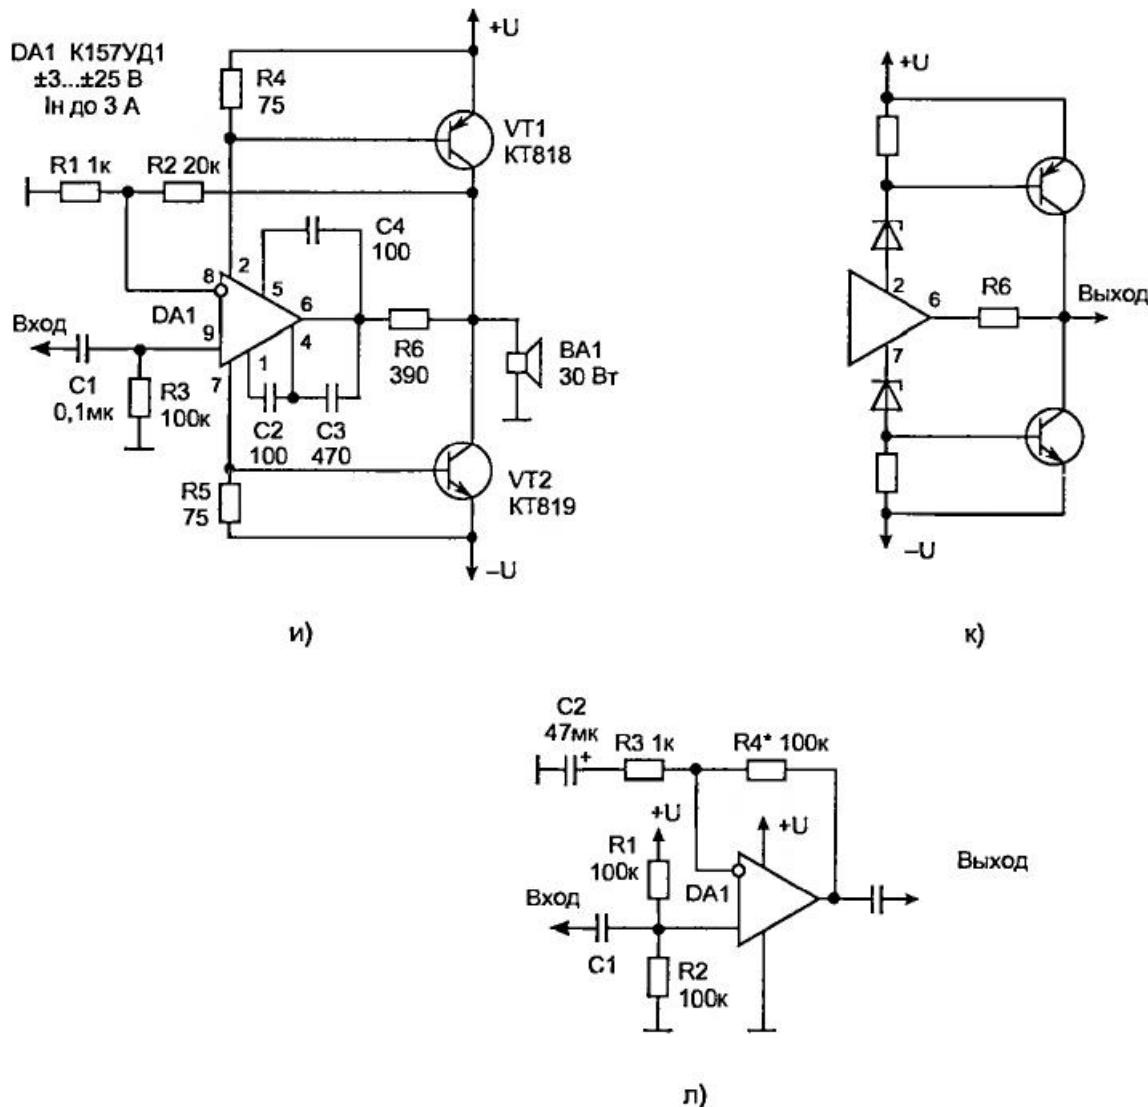
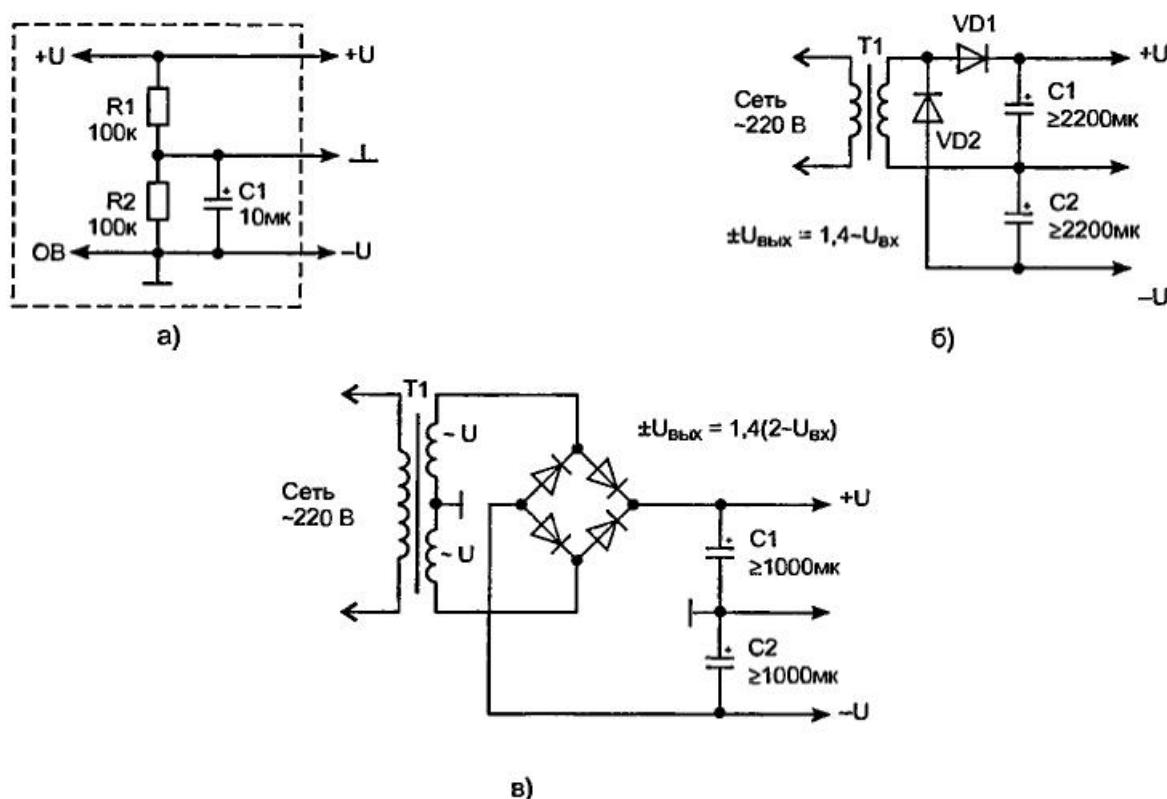
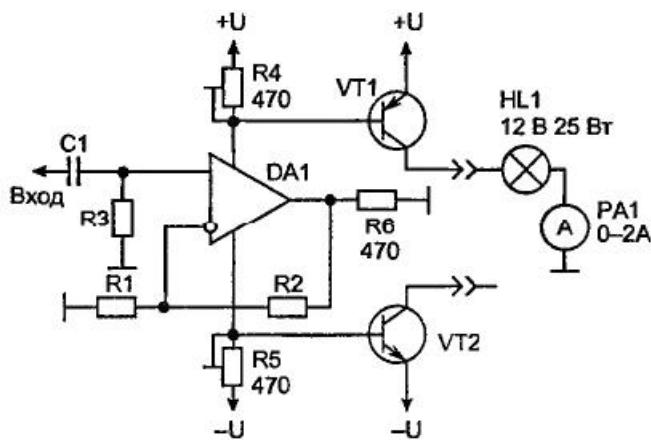
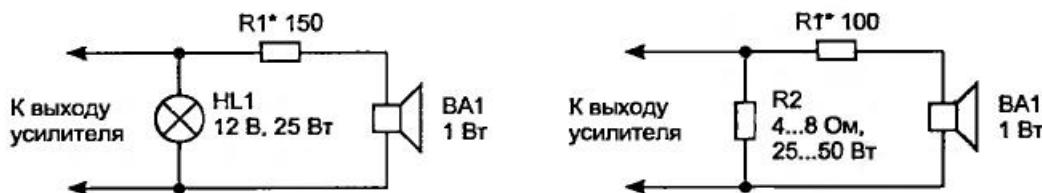

Рис. 1.27. Усилители с ООС:
Рис. 1.28. Источники питания усилителей на ОУ:
Рис. 1.29. Схема настройки усилителя, собранного по схеме на рис. 1.27 и (номиналы элементов, если не указаны на схеме — те же)
Рис. 1.30. Схема-эквивалент нагрузки для мощного усилителя.
На рис. 1.27 показаны схемы усилителей на ОУ с отрицательной обратной связью. Рассмотрим первую схему (рис. 1.27, а).
Обратная связь на ОУ подается через делитель напряжения на резисторах R1 и R2. Полярность обратной связи зависит от того, на какой именно вход она подается: если на прямой, то обратная связь положительная, а если на инверсийный — отрицательная. На рис. 1.27 все ОУ работают с ООС.
Левый по схеме вывод резистора R1, а также нижний вывод резистора R3 подключены к общему проводу, напряжение на котором равно половине напряжения питания (рис. 1.28). Следует помнить, что ОУ, работающие в линейном режиме, можно питать только от двухполлярного источника питания! Дело в том, что у ОУ, работающих в линейном режиме, напряжение на выходе должно равняться половине напряжения питания (см. пример с качелями), иначе напряжение на выходе будет «ударяться» или в пол, или в потолок, из-за чего возникнут такие искажения сигнала, что ваши уши мгновенно «свернутся в трубочку». Эту самую «половину напряжения питания» формирует источник питания (рис. 1.28), и на схемах с использованием ОУ она обычно обозначается знаком «общий» (1). Напряжение питания ОУ обычно помечают как **двусплярное**, с использованием знака \pm . Так, обозначение ± 15 В означает, что на ОУ подается двухполлярное напряжение с суммарной амплитудой 30 В: на вывод $+U$, относительно общего провода, подается напряжение +15 В, а на вывод $-U$ — напряжение, равное -15 В относительно общего провода. То есть получается, что **два** источника питания включены последовательно и их суммарное напряжение равно $15 \times 2 = 30$ В.
Двухполлярное напряжение легко «сделать» из однополярного, с удвоенной амплитудой, с помощью простейшей схемы, изображенной на рис. 1.28, а. На резисторах R1 и R2 собран делитель напряжения, и при равенстве сопротивления
Рис. 1.27. Усилители с ООС: а — неинвертирующий; б — инвертирующий; в — с разделительными конденсаторами; г — подключение низкоомной нагрузки к усилителю с двуполярным питанием; д — повторитель; е — вольтметр с большим входным сопротивлением; ж, з — мощный ОУ с последовательным включением мощных транзисторов
Двухполарные выпрямители переменного напряжения, пригодные для работы с ОУ, нарисованы на рис. 1.28, б и 1.28, в. Схема в пункте «б» — обычный однополупериодный выпрямитель (см. том I): положительная полуволна через диод VD_1 заряжает конденсатор C_1 , диод VD_2 в это время закрыт обратным напряжением и ток в цепи $-U$ поддерживается только благодаря накопительным свойствам конденсатора C_2 . При отрицательной полярности открывается диод VD_2 (заряжается C_2), а диод VD_1 закрывается. И так до бесконечности. Нетрудно заметить, что эта схема удваивает амплитуду (напряжение) сетевого
Двухполупериодная схема (рис. 1.28, в) требует в 2 раза больше диодов и обмоток трансформатора. Но при этом ее выходное сопротивление оказывается в 2 раза меньше, т. е. при том же коэффициенте пульсаций емкость конденса-
Напряжения на обоих обмотках трансформатора должны быть одинаковыми и равными примерно 0,7 от выпрямленного напряжения (т. е. выпрямленное напряжение в $1/0,7 = 1,4$ раза больше входного переменного). При несимметричности напряжений на вторичных обмотках (на одной — 25 В, а на второй — 30 В) коэффициент пульсаций возрастет: нетрудно заметить, что в крайнем случае, при нулевом напряжении на одной из обмоток, эта схема превращается в схему на рис. 1.28, б и работают только два диода диодного моста. Поэтому обрыв одного из крайних проводов обмотки трансформатора выпрямителю и его нагрузке не очень страшны. Но вот обрыва среднего провода, при исправных крайних, лучше не допускать: в таком случае напряжение на общем проводе выпрямителя становится «плавающим» и может колебаться под влиянием нагрузки от «+U» до «-U». В первом случае выйдет из строя конденсатор С2 — если он, конечно, не рассчитан на работу с удвоенным напряжением, а во втором — С1.
Еще один недостаток схемы на рис. 1.28, в — трудности с установкой предохранителей. При нестандартной (т. е. аварийной) ситуации в этой схеме должны **одновременно** размыкаться два провода. Сдвоенных плавких предохранителей пока, к сожалению, не придумали, поэтому защиту приходится собирать на транзисторах или реле. В схеме на рис. 1.28, б предохранитель включается в разрыв любого провода, идущего от трансформатора к выпрямителю.
Но вернемся к усилителю (рис. 1.27, а). В исходном состоянии (пока на вход не подается сигнал) на его прямом входе поддерживается напряжение, равное половине напряжения питания (благодаря резистору R3). Допустим теперь, что напряжение на выходе DA1 близко к напряжению питания. Так как левый по схеме вывод резистора R1 подключен к «средней точке» (точке, напряжение на которой, при двухполлярном питании, равно половине напряжения питания, т. е. нулю), то напряжение на инверсном входе ОУ будет чуть больше, чем на прямом (благодаря резистору R2). Из-за этого напряжение на выходе ОУ станет уменьшаться. Оно будет уменьшаться до тех пор, пока не станет равным (при мерно равным — нужно учитывать напряжение смещения) напряжению на крайних выводах резисторов R1 и R3 — т. е. нулю или, если источник питания однополярный (рис. 1.28, а), половине напряжения питания.
Усилитель на рис. 1.27, б работает по тому же принципу. Так как сигнал у этой схемы подается на инверсный вход, то этот усилитель инвертирует сигнал: если на входе амплитуда возрастает, то на выходе уменьшается, и наоборот. Достоинство этой схемы — экономия одного резистора; недостаток — входное сопротивление схемы изменить очень сложно — для этого нужно одновременно и пропорционально изменять сопротивления обоих резисторов (если нужно, чтобы коэффициент усиления по напряжению остался неизменным). Поэтому эта схема используется сравнительно редко. Некоторые ОУ — в частности, ОУ с биполярными транзисторами на входе, — могут выйти из строя, если их прямой вход соединить с нулевой шиной непосредственно. Поэтому между прямым входом и общим проводом желательно включить резистор сопротивлением 1...100 кОм (его сопротивление обычно равно R2).
В обеих схемах на входе и на выходе обязательно нужно ставить разделительные конденсаторы (рис. 1.27, в). Но у этого правила два исключения: если источник сигнала имеет постоянную составляющую, равную нулю (например, электродинамический микрофон или пьезокерамика), то входной конденсатор можно закоротить, а если нагрузка имеет большое сопротивление на постоянном токе (например, пьезокерамический звукоизлучатель — они используются в наручных часах и некоторых электронных устройствах; по электрическим параметрам они похожи на конденсаторы емкостью до 1 мкФ, и под воздействием переменного напряжения пьезокерамическая пластинка изгибается и выпрямляется (очень незначительно — почти незаметно), генерируя тем самым звуковые волны), то выходной конденсатор необязателен. Кроме того, если на выходе источника сигнала уже стоит разделительный конденсатор, то ставить последовательно с ним второй конденсатор на входе усилителя бесполезно — только загромождите схему «лишними» конденсаторами. То же относится и к выходным цепям.
При питании ОУ от двухполарного источника питания, в случае, если усилитель на ОУ является оконечным, нагрузку к нему очень часто подключают без всяких разделительных конденсаторов (рис. 1.27, г — стандартная схема включения мощных ОУ). Постоянная составляющая на выходе хорошего ОУ обычно не превышает 10...100 мВ ($1000 \text{ мВ} = 1 \text{ В}$), а при таком напряжении даже через низкоомную нагрузку протекает ничтожный постоянный ток, который можно не учитывать. В то же время отсутствие выходного конденсатора значительной емкости и соответствующих размеров в несколько раз уменьшит размеры усилителя и улучшит его усиление на низких частотах (см. рис. 1.6).
Очень часто ОУ используют в качестве повторителя входного сигнала (рис. 1.27, д). Напряжение на выходе повторителя равно входному, плюс-минус напряжение смещения ОУ. При изменении сопротивления нагрузки, подключенной к выходу ОУ, напряжение на выходе, при неизменном входном напряжении, практически не изменяется. Входное напряжение может быть любым, но оно не должно превышать напряжение питания. Между прямым входом ОУ и общим проводом можно, как и в случае с усилителем, включить резистор произвольного (любого) сопротивления.
Повторители напряжения очень часто используют совместно с вольтметрами — для увеличения входного сопротивления последних. Практическая схема такого вольтметра изображена на рис. 1.27, *е*. К выходу повторителя через дополнительный резистор $R_{\text{доп}}$ подключен стрелочный миллиамперметр (микроамперметр) Р1. Величину $R_{\text{доп}}$ подбирают так, чтобы при напряжении на входе, равном 1 В, стрелка прибора отклонялась до конца шкалы. Впрочем, это напряжение может быть и другим, но оно не должно превышать половину напряжения питания. Для измерения больших напряжений на входе следует поставить делитель напряжения на резисторах.
Классическая схема усилителя выходного тока ОУ изображена на рис. 1.27, ж. На выходе ОУ стоит комплементарная пара на мощных биполярных транзисторах VT1 и VT2 (рис. 1.11); такому усилителю присуще искажение сигнала (типа «ступенька» — рис. 1.13), но в нашей схеме со «ступенькой» прекрасно справляется ОУ DA1.
Как уже говорилось выше, любой «нормальный» ОУ «успокаивается» только тогда, когда напряжение на его инверсном входе строго равно (плюс-минус напряжение смещения) напряжению на прямом. В противном случае на выходе ОУ появляется напряжение разбаланса соответствующей полярности, которое продержится там до тех пор, пока напряжения на входах, через цепь ООС, не сравняются. В схеме на рис. 1.27, ж транзисторы VT1 и VT2 включены как эмиттерные повторители, а они, как это ясно из названия, сигнал не инвертируют. Поэтому для включения ООС нужно задействовать инверсный вход ОУ (если же на выход ОУ подключить какие-нибудь инвертирующие усилители тока, например, комплементарную пару на мощных полевых транзисторах, включенных по схеме с общим истоком, то сигнал ООС нужно подавать на **прямой** вход ОУ; звучит дико (для специалиста), но по-другому нельзя). А так как нам нужно контролировать напряжение на нагрузке, а не на выходе ОУ, то правый по схеме вывод резистора R2 нужно подключить к эмиттерам транзисторов, а не к выходу микросхемы. Вот и все — всю схему (DA1 + VT1, VT2) можно представить как стандартный мощный ОУ (например, как дороговатый TDA2051), и используется эта схема точно так же. Правда, у нее есть один недостаток — из-за значительного падения напряжения на переходах база — эмиттер транзисторов быстродействие схемы падает (например, для увеличения напряжения на выходе на 0,1 В, напряжение на выходе ОУ должно увеличиться на 0,1...1,3 В — в зависимости от того, какой именно транзистор в данный момент приоткрыт), поэтому по такой схеме имеет смысл включать только быстродействующие ОУ и высокочастотные транзисторы. Для работы в звуковом диапазоне частот (до 20 кГц) подходят ОУ с $U_{\text{вых}} \geq 5 \text{ В}/\mu\text{s}$ и транзисторы с граничной частотой более 1 МГц.
Максимальный ток, отдаваемый усилителем в нагрузку, зависит от максимального выходного тока ОУ (обычно 5...15 мА) и коэффициента h_{21} , используемых транзисторов. Так как большинство мощных транзисторов, из-за особенностей их строения, имеют h_{21} менее 100, максимальный выходной ток усилителя на рис. 1.27, ж не превышает 1...1,5 А.
Если вам нужен больший ток, на выходе целесообразно поставить составные транзисторы (схема Дарлингтона), как это показано на рис. 1.27, з. В схему добавлено два резистора — R4 и R5. Дело в том, что у любого транзистора есть паразитные межэлектродные емкости (т. е. «конденсаторы», включенные между выводами база — эмиттер, база — коллектор, коллектор — эмиттер), емкость которых зависит от мощности транзистора и технологии его изготовления. Чем дешевле транзистор, тем большую величину имеют его межэлектродные емкости и тем «страшнее» его характеристики. При работе на низких (заметных глазу) частотах эти емкости оказываются слишком ничтожными, чтобы их можно было заметить, но вот на высоких частотах...
Так как через транзисторы VT1 и VT3 в этой схеме течет довольно значительный ток (примерно 1/5...1/10 выходного тока), то их желательно выбрать средней мощности, а из-за того что на них в процессе работы рассеивается довольно значительная мощность (т. е. они сильно греются), то их нужно поставить на теплоотвод. Учитывая, что у большинства современных транзисторов с металлической площадкой, через которую они крепятся к теплоотводу (радиатору), механически соединен вывод коллектора, то пару «маломощный — мощный транзистор» (VT1 и VT2 или VT3 и VT4) можно поставить на общий теплоотвод, без всяких изолирующих прокладок — ведь у них все равно придется соединять вместе выводы коллекторов. Кстати, промышленность выпускает составные транзисторы, размещенные в одном корпусе, и резистор R4 (R5) установлен внутри транзистора. Наружу торчат только выводы базы маломощного транзистора и выводы коллектора и эмиттера — мощного. Для этой схемы из отечественных транзисторов пригодны KT825, KT896 (р-п-р) и KT827 (п-р-п). Включаются эти транзисторы по схеме на рис. 1.27, ж, но усилитель работает так, будто собран по схеме на рис. 1.27, з. Если у вас есть составные транзисторы только одного типа проводимости (например, только KT896), то второй можно составить из двух одинарных транзисторов — в нашем случае из KT819 и KT815 или KT817 по схеме на рис. 1.27, з.
Коэффициент усиления входного сигнала по напряжению у этих усилителей зависит от сопротивления резисторов R1 и R2 и рассчитывается по формуле (2). Коэффициент усиления по току усилителей близок к бесконечности и зависит от типа используемого ОУ и номинала резистора R3. Размах выходного напряжения у схемы на рис. 1.27, ж может достигать $|\pm U| - 3$ В, а у схемы на рис. 1.27, з по модулю — $|\pm U| - 4$ В.
Принципиальная схема усилителя, работающего в классе «АВ», показана на рис. 1.27, и. В основе конструкции лежит мощный ОУ K157УД1 (выходной ток — до 0,3 А) и элементы R1—R3, C1—C4 — стандартные цепи коррекции для данного ОУ (без конденсаторов C2—C4 он будет работать очень плохо).
Коэффициент усиления по току транзисторов VT1 и VT2 в этой схеме не превышает 5...10 раз — из-за шунтирования базового перехода резисторами R4 и R5. Если нужен больший коэффициент усиления, транзисторы VT1 и VT2 желательно заменить составными (как на рис. 1.27, з), но при этом убирать и даже изменять номинал резисторов R4 и R5 нельзя (почему, см. выше). В таком случае, даже при использовании маломощных ОУ, можно получить на выходе значительный ток.
Сопротивления резисторов R4—R6 подбираются эмпирическим (т. е. экспериментальным) путем. Для подбора сопротивлений резисторов R4 и R5 усилитель включают по схеме, изображенной на рис. 1.29. **Сейчас соединять коллекторы транзисторов нельзя**, т. е. если предполагается, что в готовом усилителе оба транзистора будут располагаться на одном общем радиаторе, их нужно «рассадить» на два несвязанных друг с другом радиатора, впрочем, транзисторы в массивном металлическом корпусе можно испытывать вообще без радиаторов — они попросту не успеют перегреться.
Второй транзистор усилителя (рис. 1.29) настраивается аналогично. Токи коллекторов обоих транзисторов должны примерно равняться друг другу; особой точности при этом добиваться не стоит — ОУ все скомпенсирует; главное, чтобы они отличались менее чем в 2...3 раза.
60...150 мА). Лампочка должна гореть с такой яркостью, будто через нее протекает **постоянный ток** силой около 60 мА (этот способ также очень распространен — для измерения мощности переменного тока. Очень часто нужно измерить мощность переменного тока, и «под рукой» нет соответствующего **высокочастотного** измерителя. Тогда прибегают к помощи лампочки: для нее все равно, какой сигнал (постоянный или переменный) протекает через ее спираль — диодов внутри лампочки нет. В то же время, т. к. формулы для расчета мощности постоянного и переменного тока одни и те же, яркость свечения лампочки зависит только от выделяющейся на ее спирали мощности ($P = I \cdot U$). Включив через амперметр другую, точно такую же лампочку к источнику постоянного тока и изменяя силу этого тока (резисторами), добиваются, чтобы лампочки светились с одинаковой яркостью. После чего напряжение и ток высокочастотного сигнала соответствуют напряжению и току постоянного.). После этого коллекторы транзисторов соединяются с выходом ОУ, а резистор R6 (рис. 1.29) убирают. Устанавливают подстроечный резистор R6 так, как показано на рис. 1.27, и, — его сопротивление должно быть максимально возможным (1...10 кОм, но не более!). Подают на вход усилителя сигнал, а к выходу подключают колонки (вообще-то при настройке усилителя нагрузку (колонки) нужно подключать еще до того, как вы включите его напряжение питания — тогда, если в динамиках будут «странные» звуки (сильный гул, щелчки, мощное шипение и другие признаки аварийной ситуации (короткое замыкание) в выходном каскаде, вы успеете выдернуть вилку из розетки раньше, чем сгорит усилитель). В динамиках должен зазвучать усиленный сигнал. После этого включают усилитель на полную мощность (если вы дорожите своим слухом, то нагрузку лучше подключить по схеме на рис. 1.30: лампочка (сопротивление ее спирали в нагретом виде должно равняться 4...8 Ом — оно определяется с помощью вольтметра, амперметра и закона Ома) имитирует мощный динамик, но, в отличие от него, она не сотрясает воздух, а резистор, включенный последовательно с колонкой, уменьшает громкость звука до приемлемой) и, уменьшая сопротивление резистора R6, добиваются наиболее чистого звучания усилителя. Его сопротивление при этом нужно стремиться сделать побольше. Также можно немножко уменьшать (но не увеличивать!) сопротивления резисторов R4 и R5 до тех пор, пока мощность усилителя не начнет снижаться или не начнет искаражаться сигнал. Но перед этим убедитесь, что сопротивление резистора R6 превышает 50 (К157УД1)...200 (К140УД7) Ом — иначе спалите ОУ!
В свое время я изготовил немало усилителей по схеме на рис. 1.27, и, потому хочу дать несколько полезных советов:
- Хотя, по справочнику, максимальное рабочее напряжение для К157УД1 не должно превышать ± 18 В, микросхемы 1992 года выпуска (и старше) нормально работали при напряжении питания до $\pm 26,5$ В. При таком напряжении питания и 4-омной нагрузке усилитель развивает мощность до 70 Вт. Проверить, может ли ваш ОУ работать при столь высоком напряжении, можно следующим образом: базы обоих транзисторов, а также нагрузка к схеме не подключаются, все остальное собирается по рис. 1.27, и, включается (через резисторы R4 и R5!) напряжение питания и измеряется падение напряжения на резисторах R4, R5. Если оно не превышает 0,3 В — все нормально.
При напряжении питания ± 28 В и более все ОУ сгорали. Если же вам нужно, чтобы ОУ работал и при столь высоком напряжении, питание на него нужно подавать через стабилитроны (рис. 1.27, к; цепи коррекции и ООС подключаются так же, как и на рис. 1.27, и). Напряжение стабилизации у обоих стабилитронов должно быть одинаковым и таким, при котором напряжение питания ОУ не превышает 25 В (например, $U_{\text{пит}} = \pm 32$ В, $U_{\text{ст}} = 32 - 25 = 7$ В).
Амплитуда выходного напряжения у этой схемы не зависит от напряжения питания ОУ и, так же как и у схемы на рис. 1.27, и, может достигать $U_{\text{пит}} - 0,7$ В (по модулю). При использовании составных транзисторов она примерно на 0,5 В меньше.